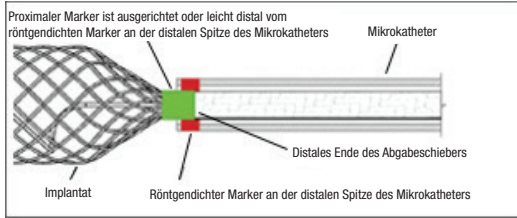

Abbildung 6 – Position der Marker für die Abtrennung
- Unter Durchleuchtungskontrolle das Implantat langsam aus der Spitze des Katheters vorschieben. Das Implantat weiter an die gewünschte Stelle vorschieben, bis der proximale röntgendichte Marker auf dem Implantat ausgerichtet ist oder sich leicht distal zum Katheter mit röntgendichtem Marker an der distalen Spitze befindet, wobei die Abtrennzone direkt jenseits der Katheterspitze positioniert wird. Siehe Abbildung 6. Gegebenenfalls neu positionieren. Bei ungeeigneter Größe das Implantat entfernen und durch ein anderes Produkt ersetzen. Wird nach der Positionierung und vor der Abtrennung eine unerwünschte Bewegung des Implantats unter Durchleuchtung beobachtet, das Implantat entfernen und durch ein anderes Implantat mit einer geeigneteren Größe ersetzen. Bewegt sich das Implantat, deutet dies auf eine mögliche Implantatmigration nach der Abtrennung hin. Den Abgabeschleiber **NICHT**